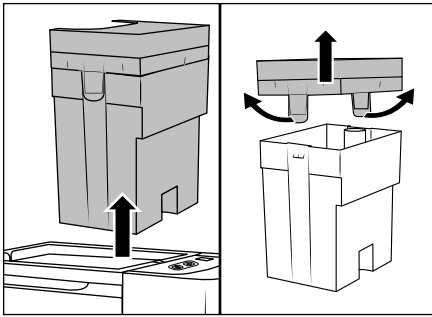

Abb. 7
- Fassen Sie den Schmutzwasserbehälter **7**  am Griff des Deckels **3** und ziehen Sie ihn nach oben aus dem Gerät (siehe Abb. 7).
- ◆ Ziehen Sie die beiden Haltetaschen leicht nach außen und nehmen Sie den Deckel 3 ab (siehe Abb. 7).